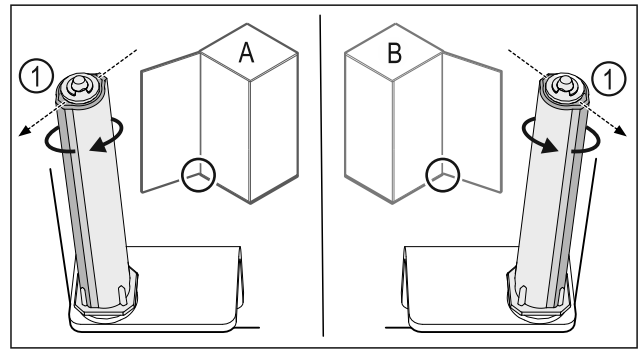

Fig. 26 Links scharnierend (A) / rechts scharnierend (B)
- Sluitsysteem tegen de weerstand in draaien tot het schot van het sluitsysteem Fig. 26 (1) naar buiten wijst.